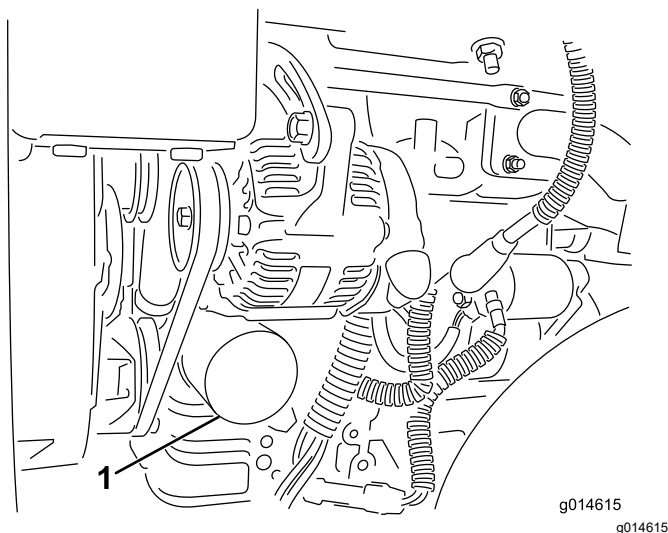

Figura 36
2. Retire el filtro de aceite (Figura 36). Aplique una capa ligera de aceite limpio a la junta del filtro nuevo.